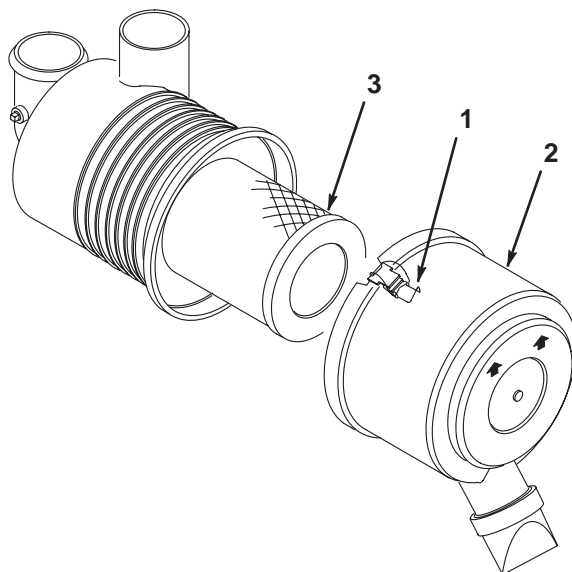

図 46
1. ラッチを外し、カバーとボディーを分離し (図 46)、カバー内部を清掃する。
2. フィルタを静かに引き出す。フィルタをボディーに打ちつけるとごみが落ちるのでぶつけないように注意する (図 46)。